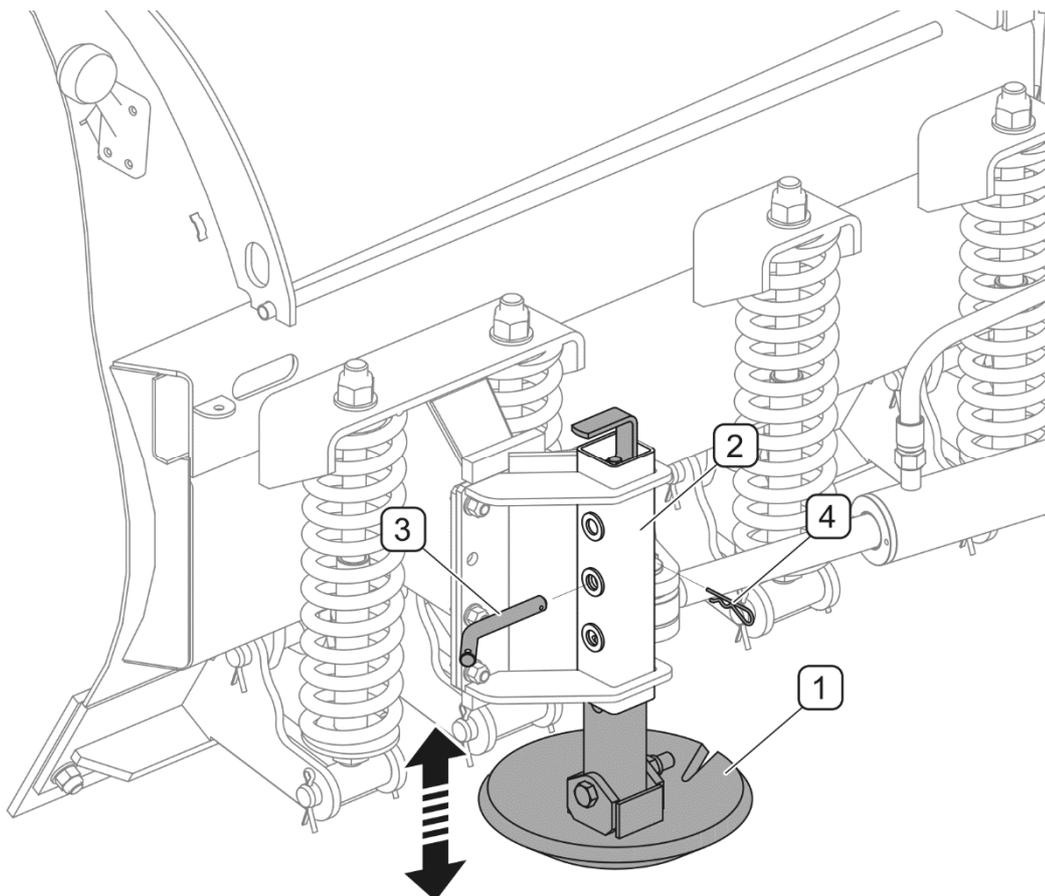

ABBILDUNG 4.7 Einstellung der Arbeitshöhe an mit Gleitfüßen ausgerüsteten Pflügen
(1) - Gleitfuß; (2) - Führung des Gleitfußes; (3) - Steckbolzen; (4) - Sicherungssplint
Bei Pflügen, die mit Gleitfüßen (ABBILDUNG 4.7) ausgestattet sind, erfolgt die Einstellung der Arbeitshöhe durch Herausziehen des Steckbolzens (4) und entsprechendes Absenken oder Anheben des Gleitfußes (1) in der Führung. Die Position des Gleitfußes in der Führung kann mithilfe der drei Öffnungen in der Führung um jeweils 7 mm verstellt werden. Nach Einstellung der Höhe des Gleitfußes muss dieser mithilfe des Steckbolzens (3) und des Federsplints (4) gesichert werden. Die Gleitfüße des rechten und linken Räumschilds sollten gleich weit herausgezogen werden.